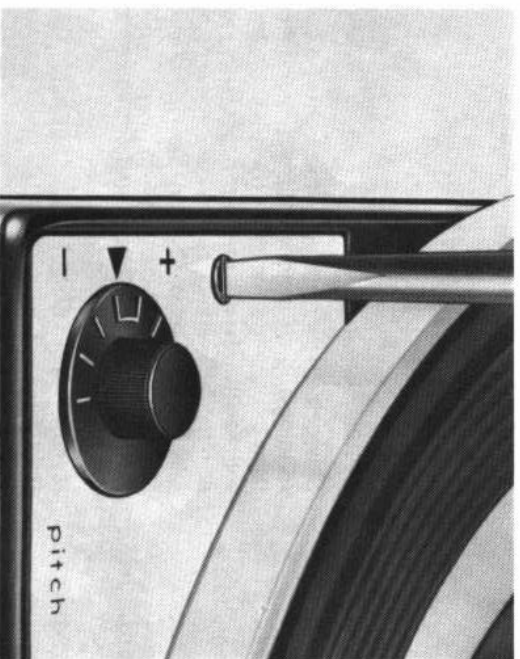

Fig. 26
2. Mit passendem Schraubendreher Regulierschraube **(1)** drehen, bis die Strichteilung der Stroboskopscheibe stehen bleibt (Fig. 26). Strichmarkierung läuft entgegen dem Uhrzeigersinn, Eichschraube im Uhrzeigersinn drehen. Strichmarkierung läuft im Uhrzeigersinn, Eichschraube entgegen dem Uhrzeigersinn drehen.
2. Using a normal screw driver turn adjustment screw **(1)** until the stroboscope disc markings remain stationary (Fig. 26). If the markings run counterclockwise turn adjustment screw clockwise. If the markings run clockwise turn adjustment screw counterclockwise.